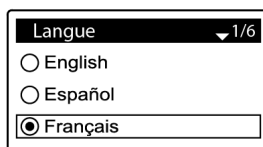

FIG.8
**1. LANGUE** Si un point noir figure déjà en face de la langue souhaitée (Figure 8), passez à l'étape 2. Sinon, appuyez sur le bouton DESCENDRE (▼) ou MONTER (▲) de l'adoucisseur pour parcourir les autres langues, puis appuyez sur SELECT (O) pour valider votre choix.
**2.** Appuyez sur SELECT (O) pour passer à l'écran de l'assistant suivant.